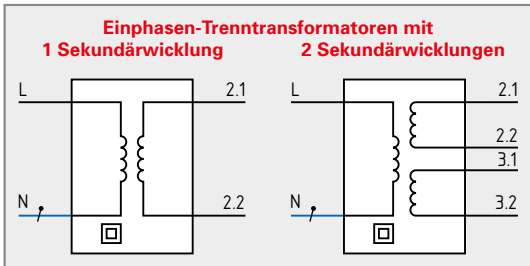

Bild 2: Schaltungen von Trenntransformatoren
- Normgerechte Trenntransformatoren (Bild 2),